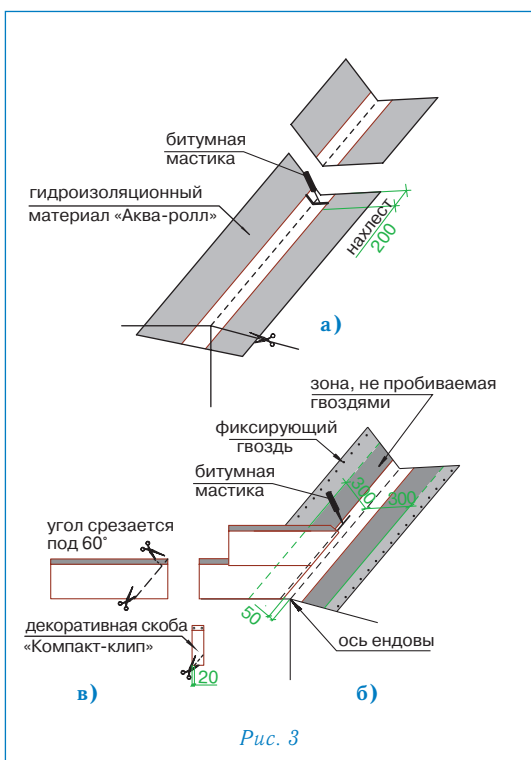

Рис. 3
Ендова (рис. 3)
- ровно по центру ендовы расстилается специальный рулонный материал «Аква-ролл», фиксируется в верхней части двумя гвоздями и обрезается в нижней части по линии карниза (рис. 3а);
2. «Аква-ролл» укладывается с нахлестом 20 см, место нахлеста тщательно обрабатывается битумной мастикой (рис. 3а).
- непосредственно перед укладкой в ендову черепицы, защитная пленка с лицевой стороны «Аква-ролла» снимается и на самоклеящуюся поверхность укладываются листы черепицы, обрезанные в соответствии с заранее отбитыми линиями (рис. 3б).
- Внимание:** 1. Необходимо также подрезать верхний уголок обрезанного края листа (см. рис. 3в) для правильного стока воды.
2. Крепление обрезанного листа к медной части «Аква-ролла» осуществляется при помощи сплошной полосы битумной мастики (рис. 3б).
4. В случае, если скоба «Компакт-клип» приходится на место обреза листа, можно либо обрезать накладку, оставив минимум 2 см в нижней части (рис. 3в), либо произвести укладку листов без использования накладки.